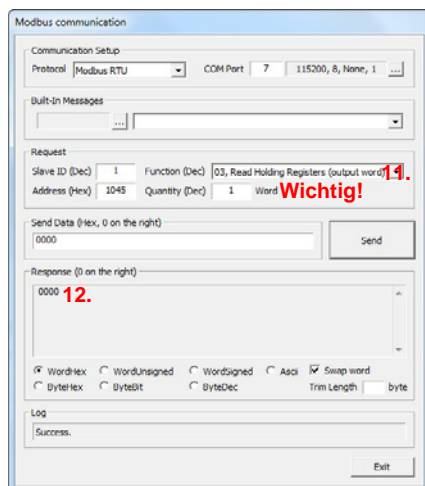

Abb. 3 USB Serial Port
3. Einstellen der Übertragungsrate im „MODBUS communication“ Fenster sowie in den Einstellungen des COM Ports Ihres PCs (siehe Abb. 3).